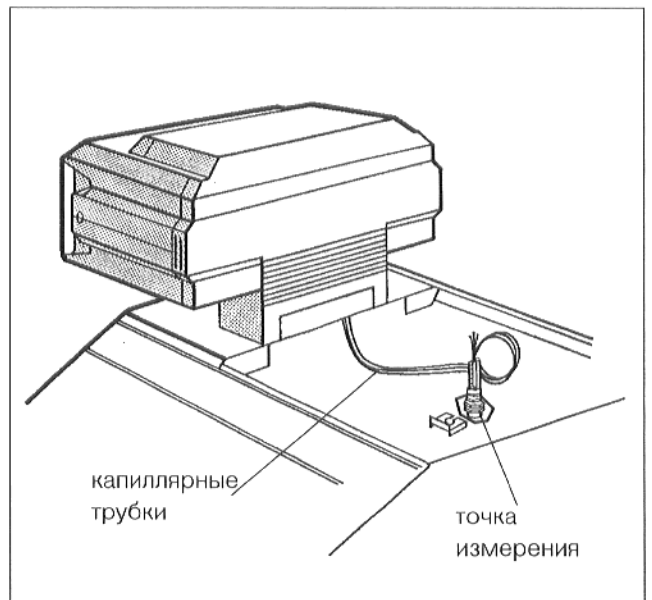

Рис. 18
- Проложить капиллярные трубки (рис. 18) датчиков температуры и, при "Ecomatic"-регулировании, провод датчика температуры котельной воды на изоляции блока котла назад, к точке измерения.